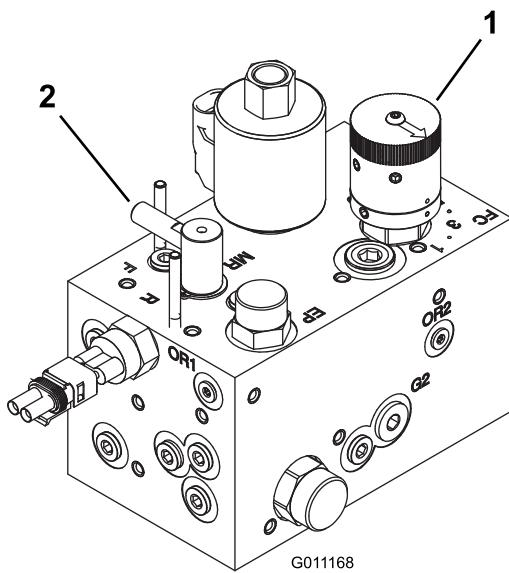

図 41
- リール速度コントロールノブ（図 41）を、ステップ（1）で決めた番号に合わせる。